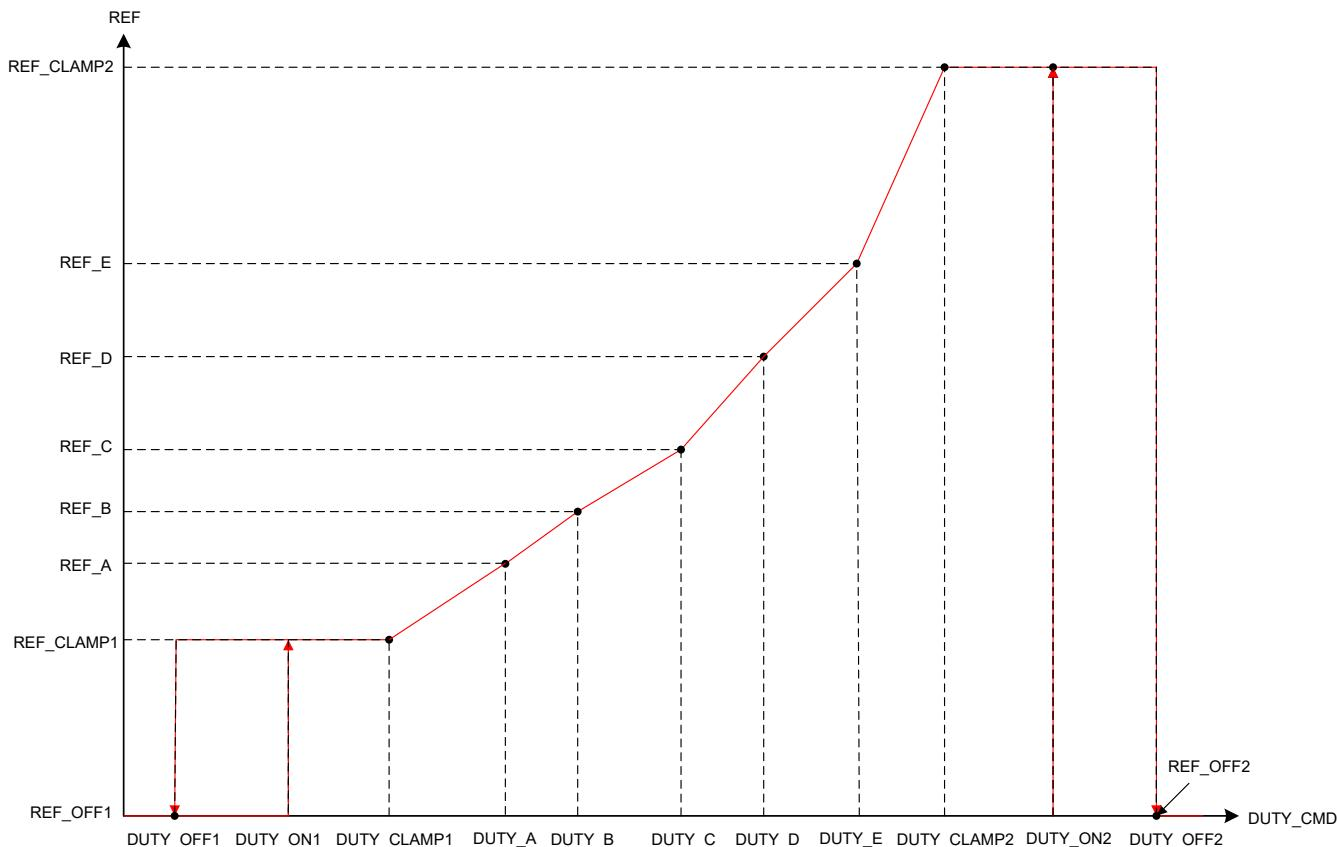

图 7-11. 线性控制曲线
- DUTY\_OFF1 和 DUTY\_ON1 配置基准控制输入 REF\_CLAMP1 和 REF\_OFF1 周围的迟滞，如图 7-11 所示。
- DUTY\_A 配置基准 REF\_A 的占空比命令。基准在 DUTY\_CLAMP1 和 DUTY\_A 之间从 REF\_CLAMP1 到 REF\_A 线性变化。DUTY\_A 到 DUTY\_E 的顺序必须与图 7-11 中所示的顺序相同。
- DUTY\_OFF2 和 DUTY\_ON2 配置基准控制输入 REF\_CLAMP2 和 REF\_OFF2 周围的迟滞，如图 7-11 所示。